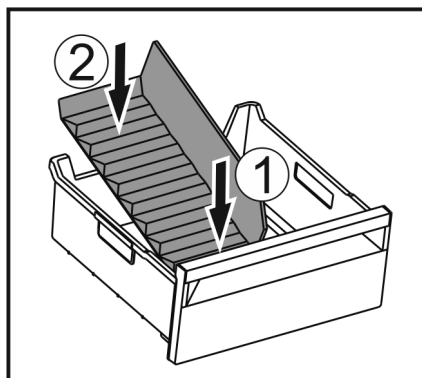

Fig. 145
- ▶ Вставити передню частину перегородки відділення для льоду. Fig. 145 (1)
- ▶ Опустити задню частину перегородки відділення до дна ящика для кубиків льоду. Fig. 145 (2)